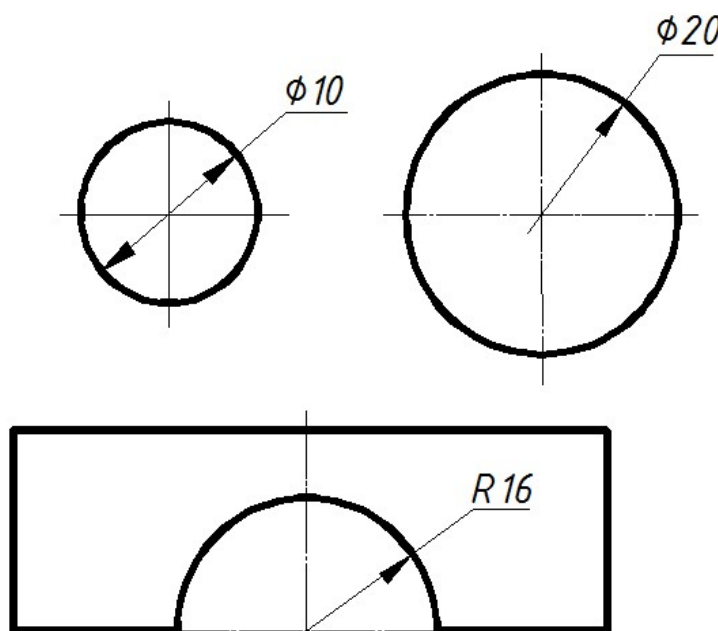

Рисунок 6. Правила нанесения знаков радиуса и диаметра
4. Отметить как выносятся знаки радиуса и диаметра. Как производиться обрыв размерной линии. Указать что высота знака и размерного числа должны быть одинаковой (рис. 6).